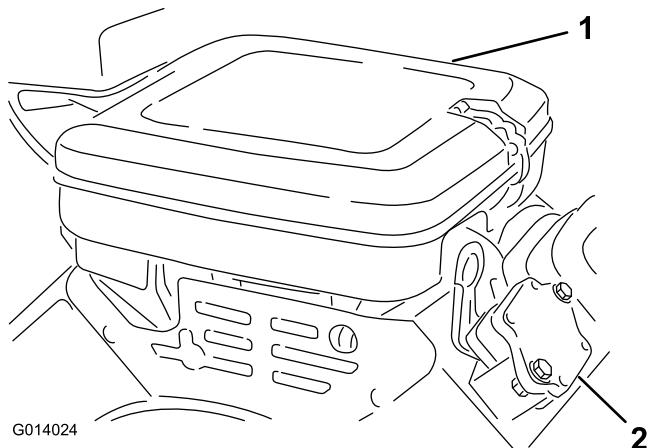

図 1
- エンジンからエア・クリーナ・カバーとエア・クリーナを外す(図 1)。